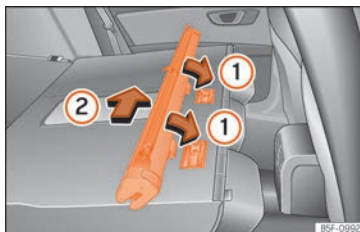

Fig. 159 Montar la red de separación en los respaldos del asiento trasero.
- Coloque la carcasa de la red en los rebajes de los carriles de sujeción en el sentido de las flechas »» fig. 159 ①.
- Empuje la carcasa hacia el lado izquierdo del vehículo en el sentido de la flecha »» fig. 159 ② y hasta el tope.
- Tire de la carcasa de la red aproximadamente 5 cm en el sentido contrario de la flecha »» fig. 159 ②.
- Extraiga la carcasa de los carriles de sujeción tirando en el sentido contrario al de las flechas »» fig. 159 ①.